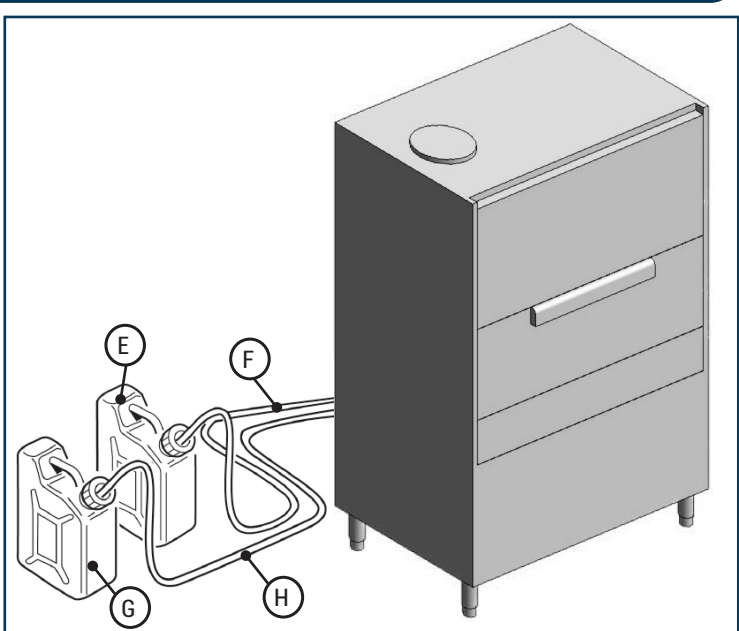

Fig. 9
- Inserire il tubetto "F" (Fig. 9) rosso di alimentazione nella tanica "E" (Fig. 9). L'ingresso del detersivo avviene automaticamente ad ogni riempimento d'acqua della vasca.
- Inserire il tubetto trasparente/azzurro "H" (Fig. 9) nella tanica "G" (Fig. 9) contenente il brillantante;